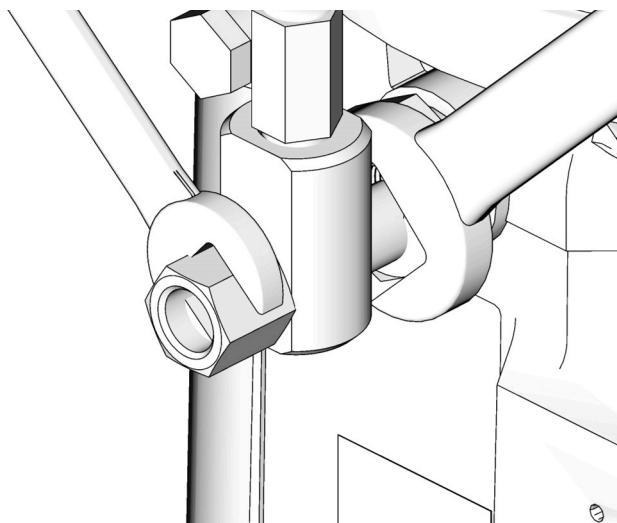

Рис. 10
- При подключении любого оборудования к патрону насоса или вспомогательным фитингам обязательно пользуйтесь двумя ключами, поворачивая их в противоположные стороны. Пример см. на Рис. 10.